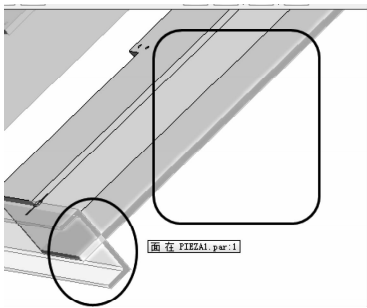

图 8-14 面对齐配合 2
- (5) 配合【零件 3】的侧面窄边与【零件 1】的侧面窄边的面对齐配合，如图 8-14 所示。